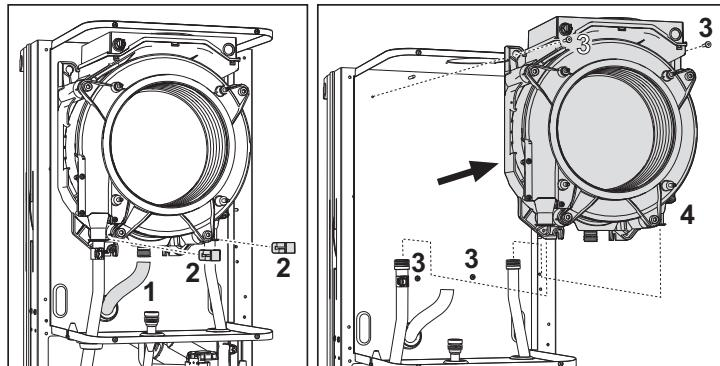

fig. 34 - Scambiatore principale
- Togliere le 2 viti **superiori "3"** di fissaggio scambiatore al telaio (fig. 34)
- Allentare le 2 viti **inferiori "3"** di fissaggio scambiatore al telaio (fig. 34)